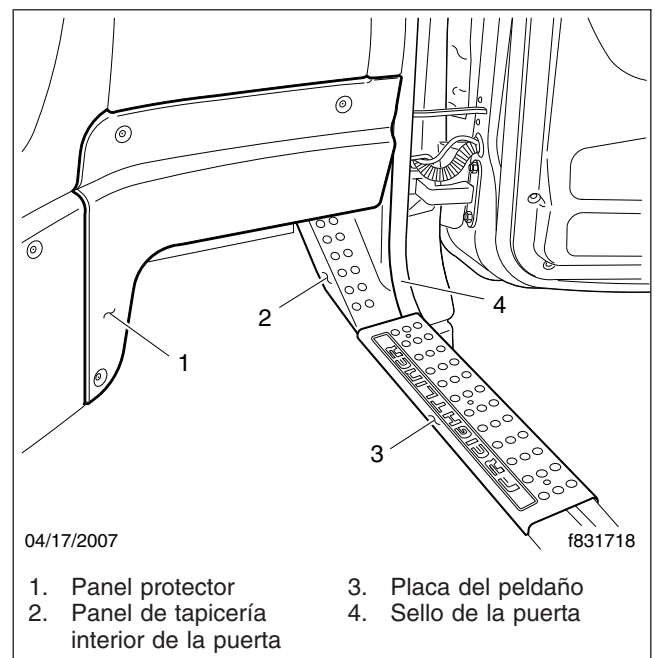

Figura 6, Paneles
2. Afloje el panel protector del lado del pasajero, inclínelo hacia afuera y gire cuidadosamente y retire el portafocos del lente de la parte posterior del panel. Mueva el panel a donde no estorbe. Vea la **Figura 6**.